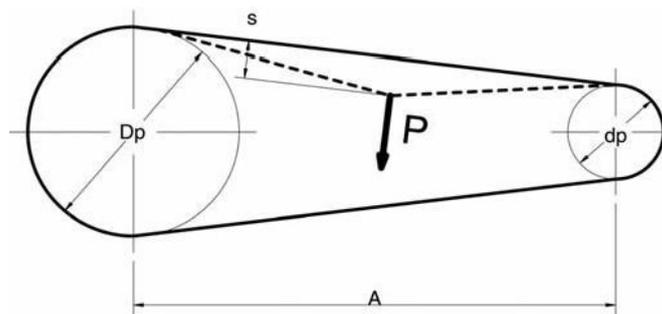
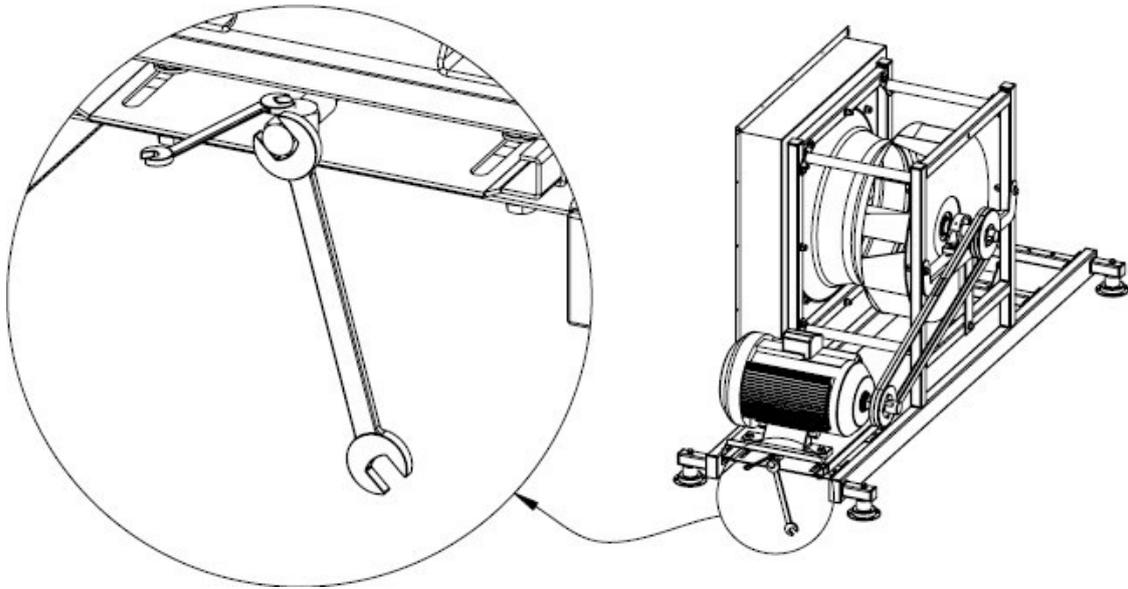

Fig. 24 Deflexão de uma correia em forma de cunha
Fig. 26 Ajuste da tensão das correias em forma de cunha
1. Meça uma distância entre os eixos das rodas (Tamanho A, fig. 24).
2. Meça a força P necessária para dobrar a correia por  $S=16$  mm para cada metro utilizado de uma distância entre os eixos, mais ou menos a meio entre os eixos (fig. 24).
Em caso de tensão incorreta das correias, estique-as ao mover o motor com um parafuso de alongamento localizado no painel do motor (fig. 26), e compare os valores de tensão com os valores apresentados na tabela 18
Verifique também se a correia em forma de cunha não está partida, rachada, seca ou danificada de qualquer outra forma. Uma correia em forma de cunha danificada tem de ser substituída. Em caso de transmissão com várias correias, mesmo que apenas uma correia esteja gasta, tem de substituir todas as correias, garantindo que têm o mesmo comprimento e encaixam nas ranhuras da polia. Se não substituir todas as correias, as novas irão transferir sobrecargas superiores, uma vez que são um pouco mais curtas do que as antigas. Durante a substituição das correias, afrouxe os parafusos de alongamento do painel do motor (fig. 26) de forma a que as correias possam ser removidas e substituídas por novas manualmente sem aplicar força. Em nenhuma circunstância poderá instalar as correias à força, com uma chave de fendas ou com qualquer outra ferramenta. Durante a substituição da correia, verifique se as superfícies de contacto das polias não estão gastas. As novas correias devem ser alongadas de forma a que a força de deflexão P necessária (fig. 24) seja tão próxima quanto possível do valor P apresentado na tabela 18.